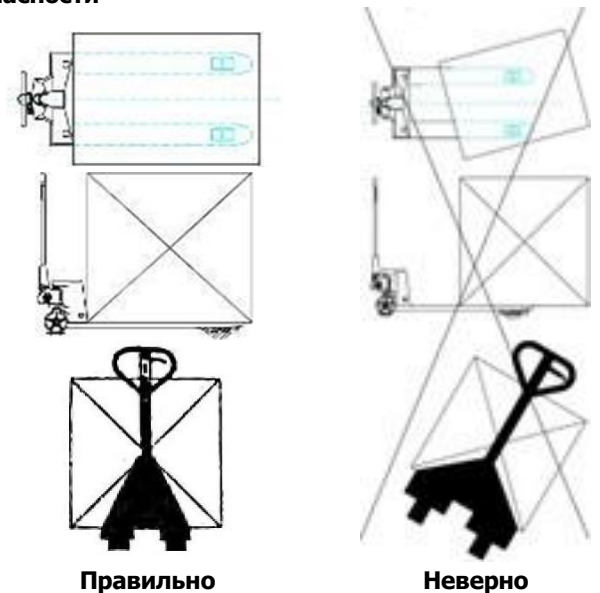

Рисунок 4
- Во время транспортировки персонал должен находиться на расстоянии 600 мм от несущего устройства. Уделяйте внимание центру тяжести во избежание смещения и наклона (см. рисунок 4).